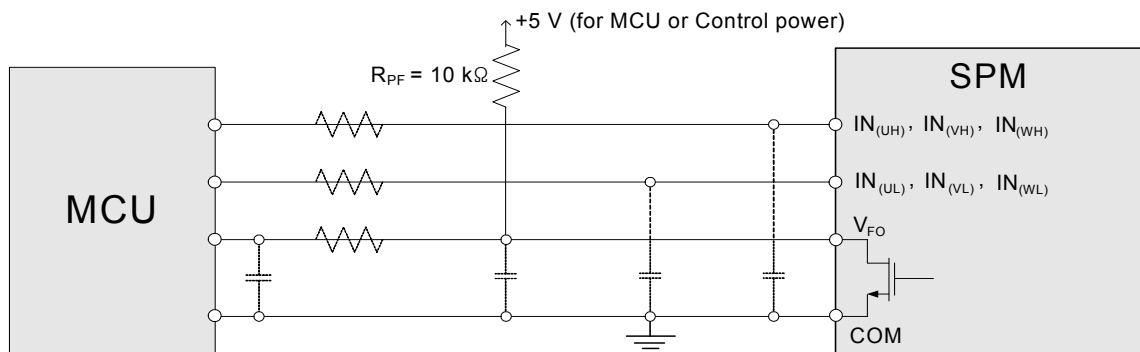

图 14. 推荐的 MCU I/O 接口电路
- 3) V_{FO} 输出是漏极开路型。此信号线应该用电阻上拉至 MCU 或控制电源正极，以使 I_{FO} 达到 1mA（请参考图 14）。